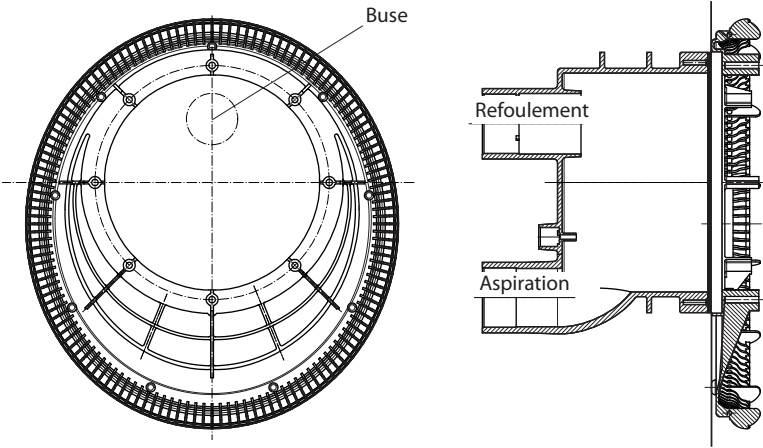

figure. 10
- 3) Placer le corps d'aspiration (107) sur l'anneau de serrage. Tenir compte de la position de l'installation (cf. figure 10).
- 4) Placer le corps de buse (102.1) sur la pièce à sceller (1).
- 5) Passer les tuyaux de la commande pneumatique et le câble du projecteur à travers la gaine de protection (14) et étanchéifier à l'aide du presse étoupe (20).
- 6) Fixer la conduite de régulation d'air à l'aide du collier de serrage (8) sur la régulation d'air (21).
- 7) Fixer le corps de buse complet (102.1) à l'aide des 4 vis auto taraudeuses (95). Visser à la main. Eviter de forcer en serrant !